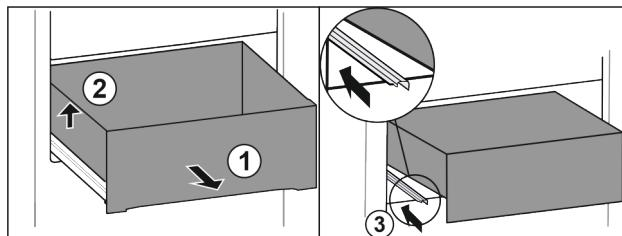

Fig. 12
- Vytiahnite zásuvku až na doraz. Fig. 12 (1)
- Nadvhnite zásuvku dočava. Fig. 12 (2)
- Zasuňte ľavú koľajničku. Fig. 12 (3)